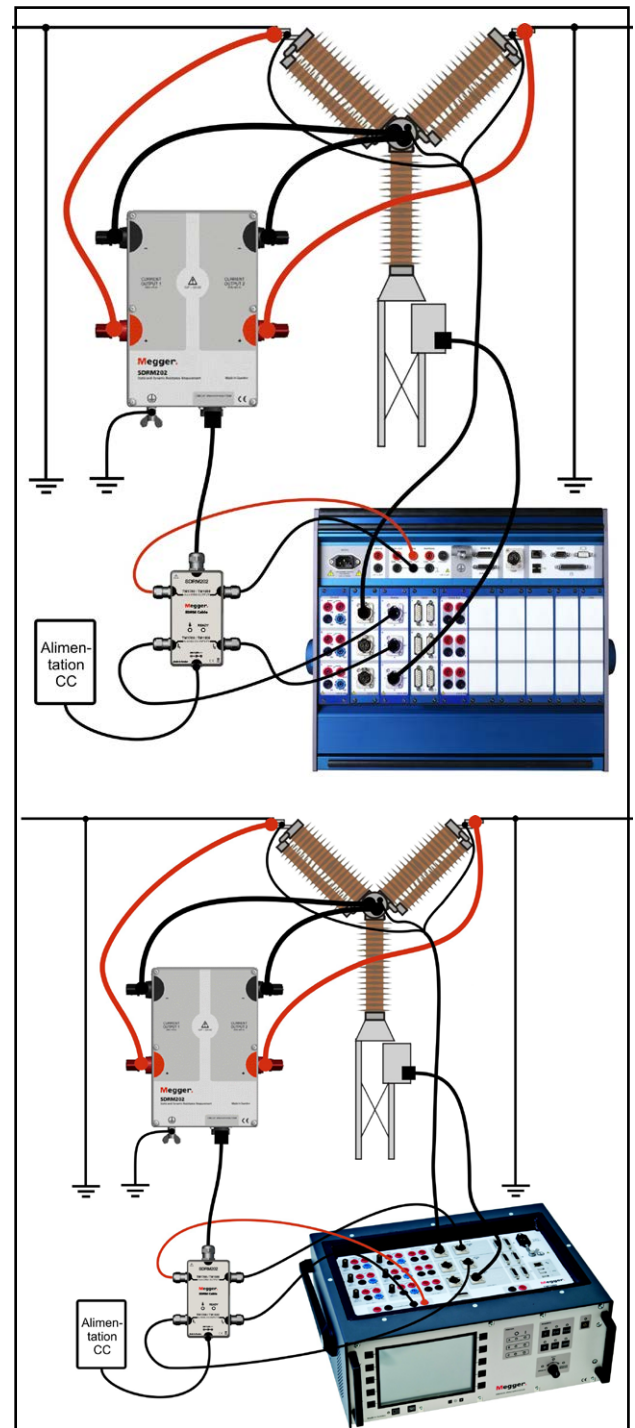

Figure 3.2.1 La figure illustre le branchement avec SDRM202. Le SDRM201 est branché de la même manière mais avec un seul canal.
- 1] Raccordez le SDRM201/202 au disjoncteur selon la figure 3.2.1.